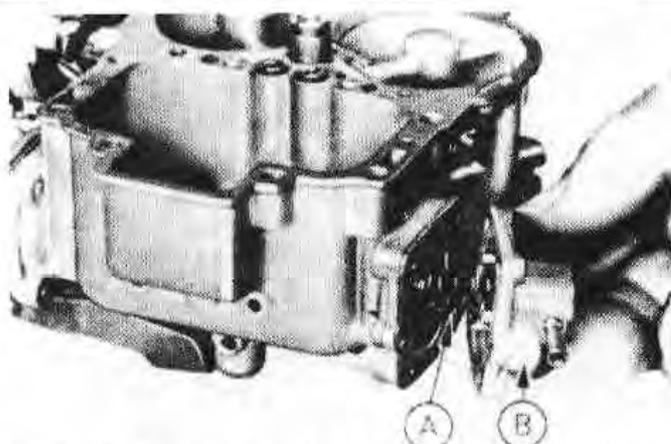

Рис.3.57. Пружина (А) и корпус (В) диафрагмы противоостановочного устройства (Разд.26)
12. Выверните четыре винта и снимите диафрагму противоостановочного устройства, стараясь не потерять пружину (Рис.3.57).